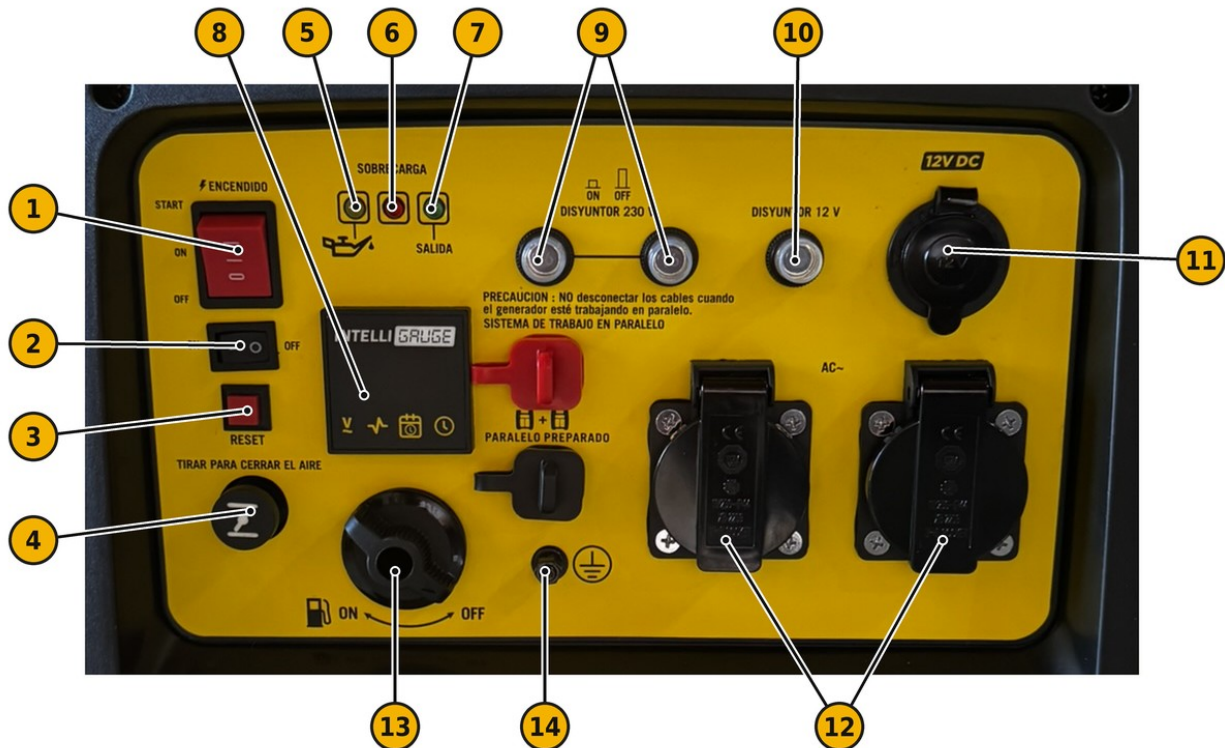

FIG. 3 — Tableau de commande
La borne de mise à la terre (FIG. 3, n° 14) est reliée au châssis du groupe. Lorsque l'installation l'exige, raccordez-la à un piquet de terre au moyen d'un conducteur en cuivre isolé vert-jaune d'une section d'au moins 4 mm². La mise à la terre des installations provisoires doit être réalisée par un électricien qualifié conformément à la réglementation électrique en vigueur.
- 1) Arrêtez le moteur, laissez refroidir le groupe et fermez le robinet d'essence (FIG. 3, n° 13).